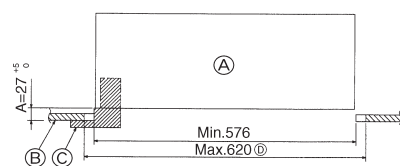

Fig. 5-2
5.2. Préparation avant d'attacher la grille (Fig. 5-2)